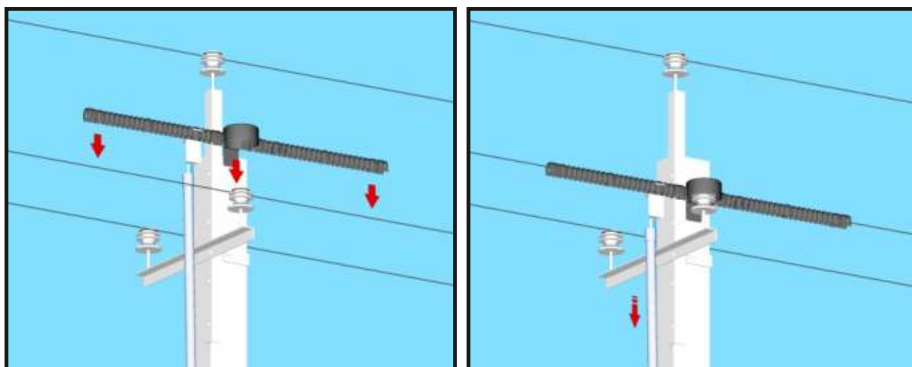

Рис. 16.
7.3.4. С помощью захвата, устройство доставляется к траверсе опоры ВЛ и устанавливается на изолятор и примыкающие к нему участки токонесущего провода. Плавным нажатием вниз производится фиксация устройства сначала на одну клипсу (Рис.16).